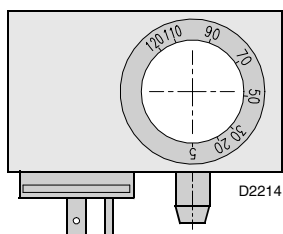

Fig. 21
- regolare il pressostato gas di minima (Fig. 21), posto sulla rampa gas, a inizio scala;